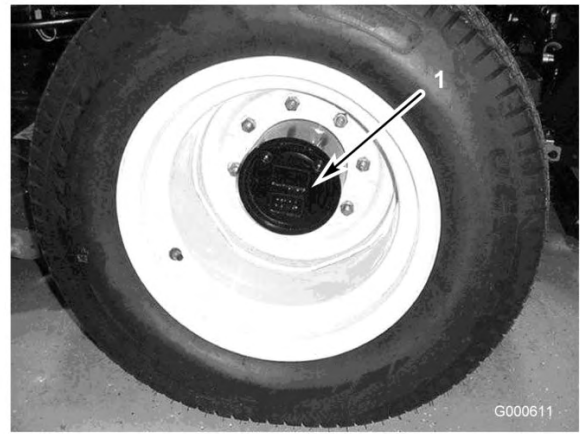

Bild 45
1. Stellen Sie, wenn sich die Maschine auf einer ebenen Fläche befindet, das Rad so, dass sich die Prüf-/Ablassschraube (Bild 45) in der untersten Stellung (6 Uhr) befindet.